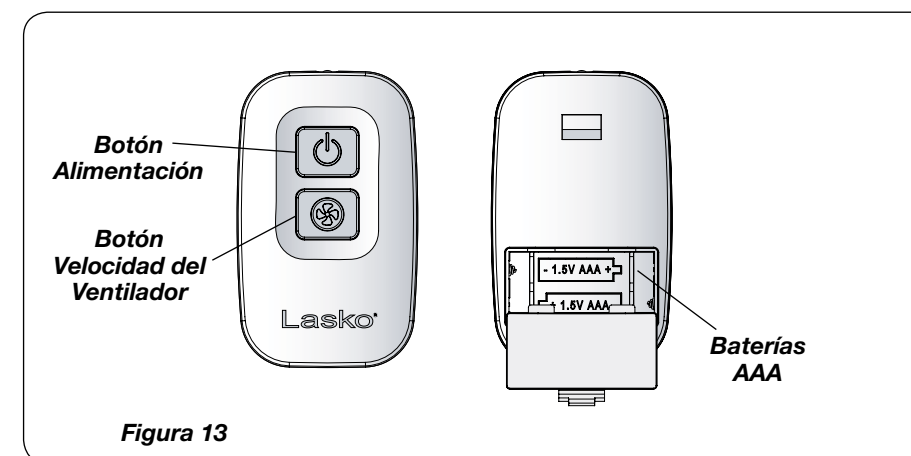
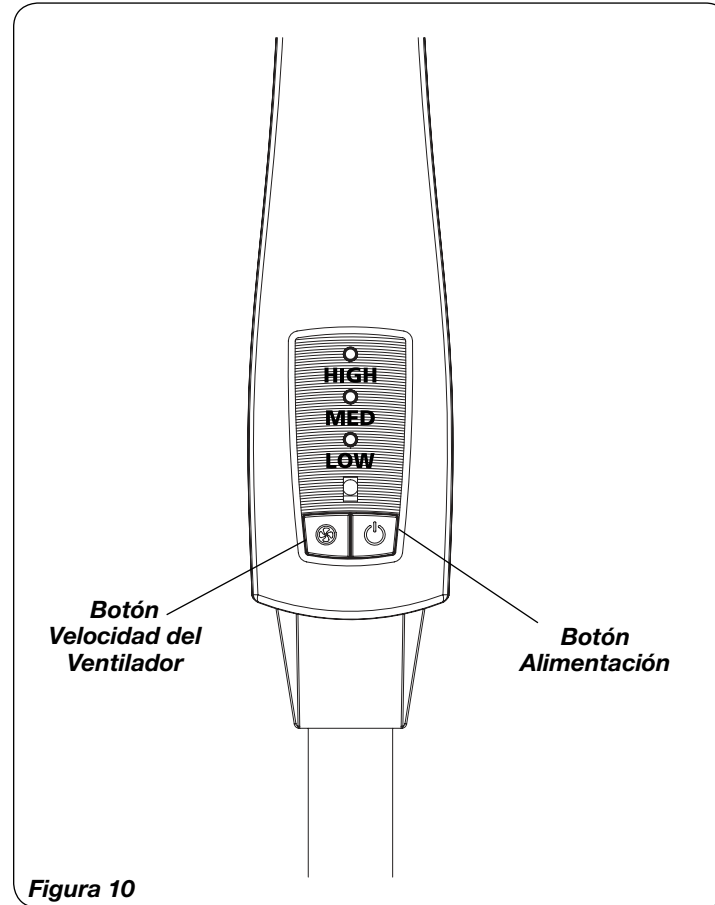

Figura 13
Figura 10
1. Instale la baterías (no suministró) como mostrado en la *Figura 13*. La batería es el tipo "AAA".
Este Ventilador puede hacerse funcionar mediante los Controles Manuales ubicados en la parte superior de la unidad (como se muestra en la *Figura 10*) o con el Control Remoto (se muestra en la *Figura 13*).